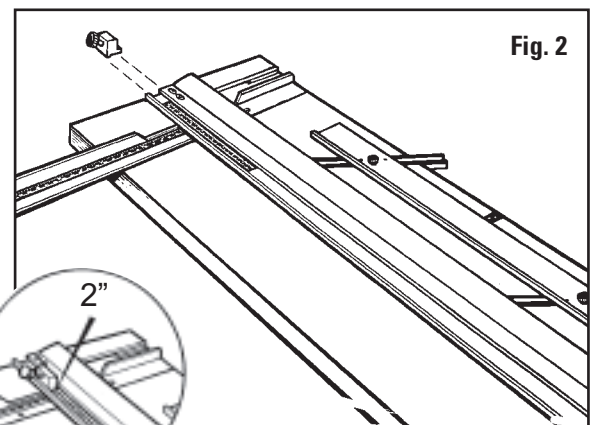

Fig. 2
- Instale el tope del carril de guía sobre el carril de guía y apriete en la marca de 2" en la escala. **Fig. 2**
- Installare l'arresto della rotaia di guida sulla rotaia stessa e serrare sul segno 2" del righello. **Fig. 2**